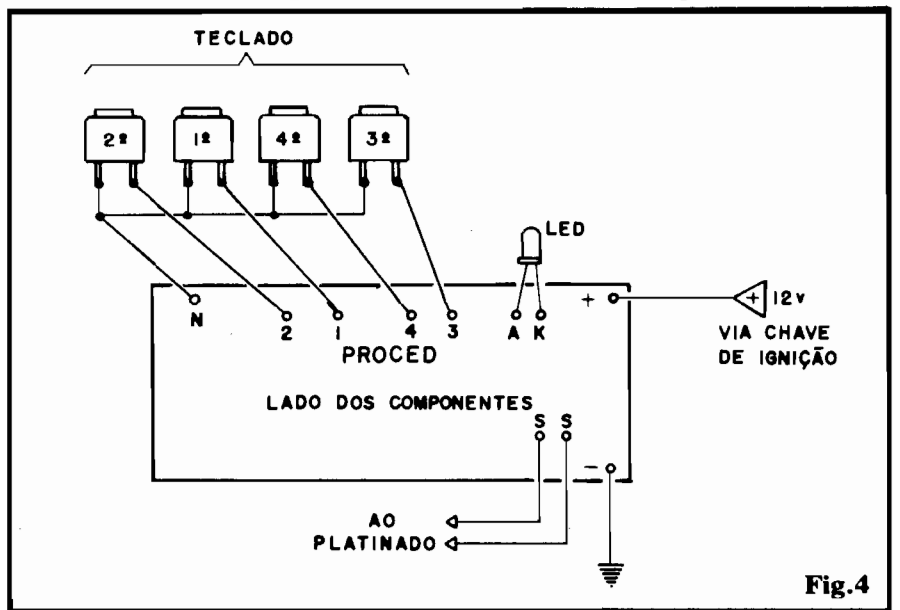

Fig. 4
- FIG. 4 - CONEXÕES EXTERNAS À PLACA - Ainda vista pelo seu lado não cobreado, a placa traz agora as ligações externas... Observar inicialmente a codificação adotada para as diversas ilhas periféricas (comparando-as com as mostradas na figura 3, se houver dúvidas...). Notar a identificação dos terminais do LED, correspondendo o K ao catodo ("perna" mais curta, e que sai da peça ao lado de um pequeno chanfro...) e A ao anodo. Observar também com grande atenção as ligações aos 4 push-buttons (cuja ordem de acionamento - não de colocação no painel - está nitidamente codificada, tanto na placa quanto na estilização dos próprios "botões"...). Ainda quanto aos push-buttons, verificar que todos eles têm um de seus terminais levados ao ponto N da placa.